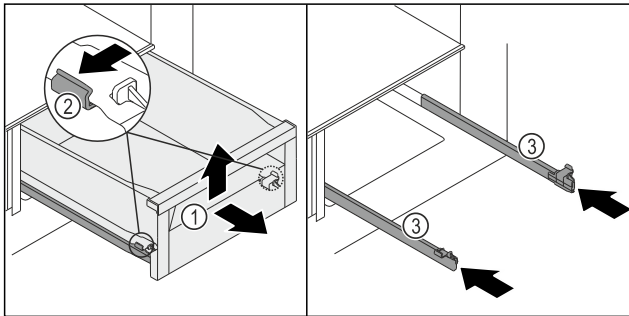

Fig. 157
- Sortir le tiroir Fig. 157 (1) jusqu'en butée.
- Tirer simultanément sur les languettes Fig. 157 (2) des rails situées à gauche et à droite.
- Le tiroir Fig. 157 (1) se détache des rails.
- Soulever l'avant du tiroir Fig. 157 (1).
- Retirer le tiroir Fig. 157 (1) par l'avant.
- Pousser les rails Fig. 157 (3).